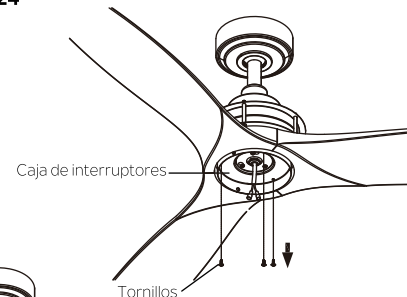

Fig. 25
**Paso 5.** Retire los tres tornillos preinstalados en el borde externo de la caja de interruptores y guarde estas piezas para uso posterior. (Fig. 25)